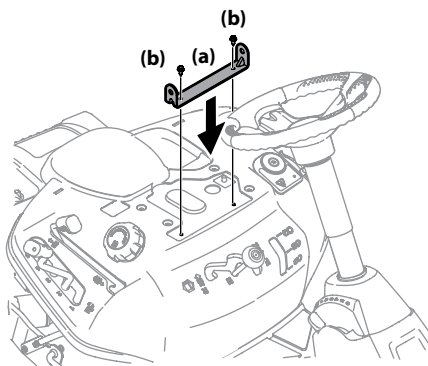

Figura 2-7
- Alinee el soporte del asiento (a) en su lugar sobre los orificios de los pernos autorroscantes (b) que extrajeron, como se indica en la Figura 2-7.
- Con una llave de trinquete de  $\frac{1}{4}$ " con una llave de  $\frac{3}{8}$ ", sujete el soporte del asiento (a) con los pernos autorroscantes (b) que se extrajeron en el paso 2. Consulte la Figura 2-7.